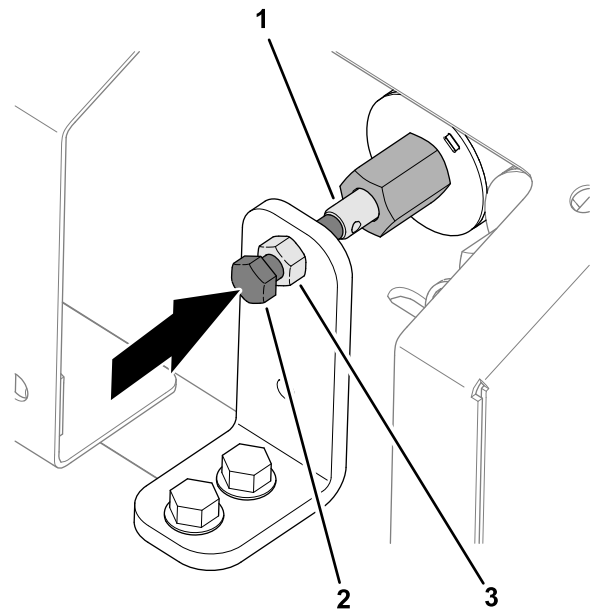

图 31
2. 顺时针旋转用作阀超控装置的六角头螺丝可增大输送带速度图 31。
1. 松开手动超控支架上的锁紧螺母图 31。